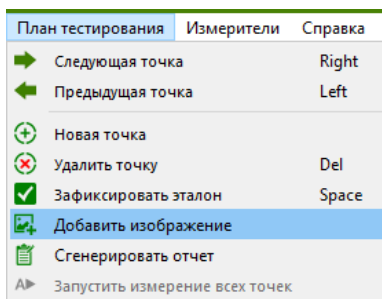

Рисунок 30. Пункт меню "План тестирования" ПО EPLab.
4. В меню "План тестирования" (Рисунок 30) выберите пункт "Добавить изображение" и укажите путь к изображению эталонной платы. Данный пункт можно пропустить, если у вас отсутствует изображение платы или оно вам не требуется.